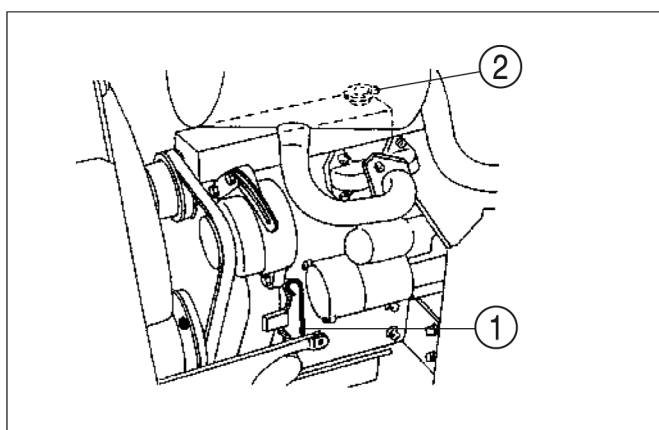

FIG. 58
**Abb. 58:** Kontrolle des Motorölstands – Den Traktor auf ebenem Untergrund parken und Motor ausschalten. Messstab (1) herausziehen und überprüfen, ob sich der Ölstand zwischen der oberen (F) und der unteren (L) Markierungslinie auf dem Messstab befindet. Messstab abwischen, sofort wieder einführen und Ölstand erneut kontrollieren.